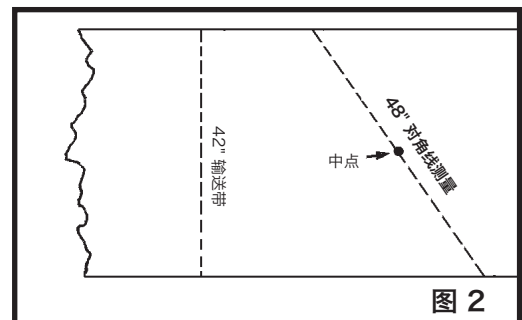

图 2
- A. 进行宽于输送带宽度的平均测量（例如，对于 42" 输送带，测量 48"）。进行对角线测量并标记中心点（例如 24"）。（参见图 2）。